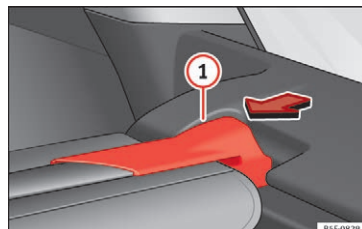

Fig. 162 I bagagerummet: afmontering af bagagerumsafdækning
- Tryk bagagerumsafdækningens ophæng »» **Fig. 162** ① i pilens retning.
- Lad bagagerumsafdækningens ophæng » **Fig. 162** ① gå i hak i holderen i højre side.
- Kontroller, at ophænget » **Fig. 162** ① er gået i hak.